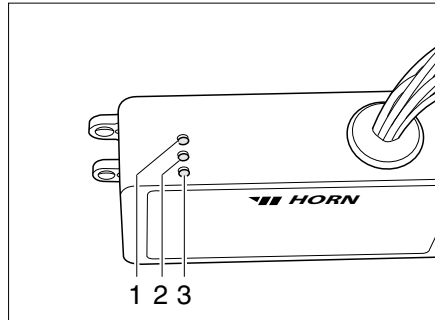

Bild 175 Regelgerät
Das Regelgerät (Bild 175) ist im Kleiderschrank eingebaut. Die Kontroll-Leuchten auf dem Regelgerät haben folgende Bedeutung:
- Kontroll-Leuchte (Bild 175,2) leuchtet grün: Regelung in Betrieb.
- Kontroll-Leuchte (Bild 175,1) leuchtet rot: Abwassertank wird beheizt.
- Kontroll-Leuchte (Bild 175,3) leuchtet rot: Abwasserleitungen werden beheizt.